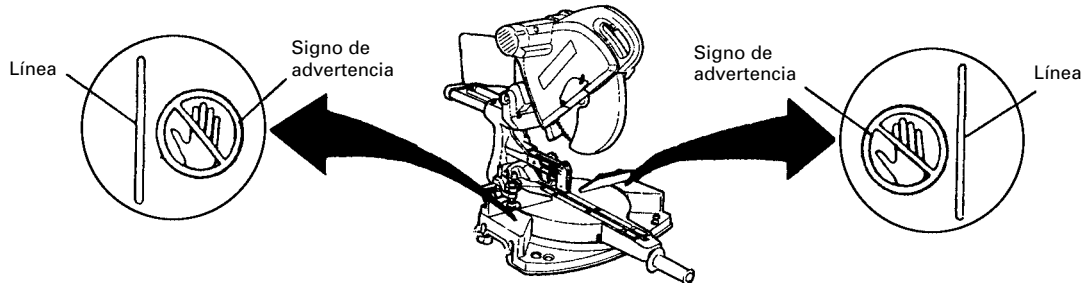

Fig. 16
- \* No coloque nunca sus miembros dentro de la línea cerca del signo de advertencia mientras esté utilizando la herramienta. Esto podría resultar peligroso (consulte la Fig. 16).